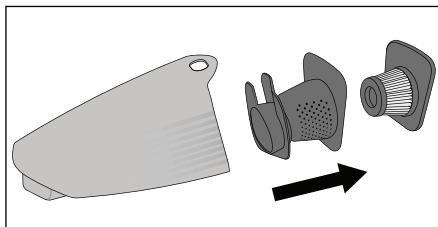

Fig. 3
- Per ottenere i migliori risultati, svuotare periodicamente il contenitore di raccolta dello sporco ⑧ e pulire il filtro HEPA ⑥.
- 1) Per aprire il contenitore di raccolta dello sporco ⑧ rimuovere l'impugnatura ④ dal suo incavo ⑩.
- 2) Premere il tasto di sbloccaggio ▲ ⑤ e tirare contemporaneamente il contenitore di raccolta dello sporco ⑧ in avanti.
- 3) Sfilare innanzitutto il filtro HEPA ⑥ e poi il filtro a maglie grosse ⑦ dal contenitore di raccolta dello sporco ⑧ (Fig. 3). Battere i due componenti sopra un bidone dell'immondizia o altro recipiente. In caso di necessità si può sciacquare il filtro HEPA ⑥ con acqua pulita. Farlo poi asciugare completamente all'aria.